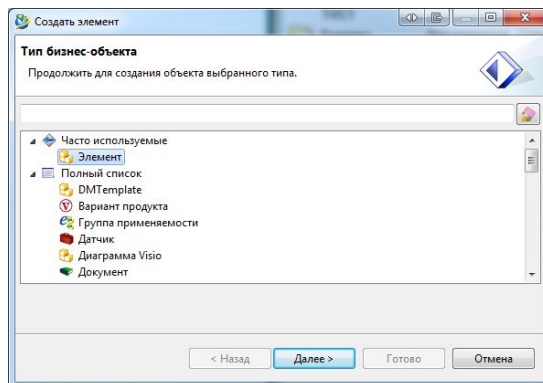

Рис. 12
3. В окне **Создать элемент** щелкнуть по объекту **Элемент** и на кнопку **Далее** (Рис.12)